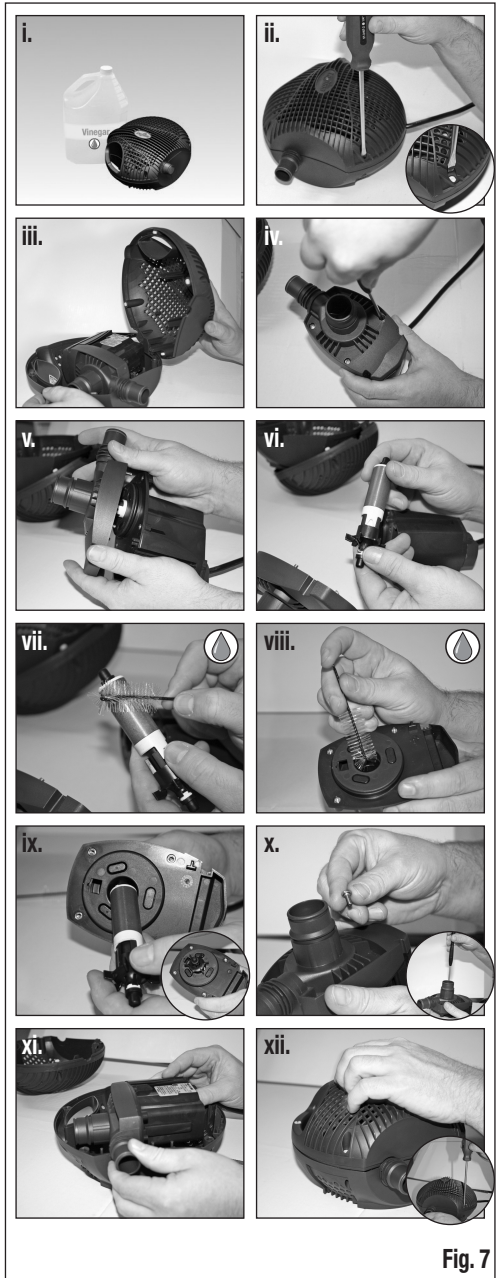

Fig. 7
## PULIZIA E MANUTENZIONE DELLA MAGNETO-GIRANTE, DEL POZZETTO E DELLA VOLUTA (Fig. 7)
5. riasssemblare con cura il tutto e chiudere il guscio come illustrato alla Fig. 7.
1. Rimuovere la copri girante (4) svitando le 4 viti con un cacciavite a croce;
2. sfilare la magneto-girante (3);
4. riasssemblare con cura il tutto e chiudere il guscio come illustrato alla Fig. 7.
1. rimuovere la copri girante (4) svitando le 3 viti con un cacciavite a croce;
4. riasssemblare il tutto con cura assicurandosi di posizionare correttamente prima la flangia e poi l'o-ring nelle relative sedi e assicurarsi che la boccola più Oring di supporto della magneto-girante resti correttamente posizionata sul fondo del pozzetto. Ricollocare quindi la pompa nel guscio (vedi Fig. 7).
1. rimuovere la copri girante (4) svitando le 4 viti con un cacciavite a croce;
4. riasssemblare il tutto con cura assicurandosi che la boccola più O-ring di supporto della magneto-girante sia correttamente posizionata sul fondo del pozzetto. Ricollocare quindi la pompa nel guscio (vedi Fig. 7).
Assieme al ricambio delle magneto-giranti per i modelli Max Flo 960/5000, 2000/7600, 2400/9000, 2900/11000 e 4280/16500 viene fornito anche il ricambio della boccola di supporto magnetogirante posizionata sul fondo del pozzetto. Questa boccola, pur realizzata con materiale molto resistente, può essere soggetta ad usura in particolari condizioni applicative e quindi se ne raccomanda la sostituzione ogniqualvolta si sostituisce la magneto-girante. Per la sostituzione della boccola, procedere come indicato nelle istruzioni allegate al ricambio. Una volta sostituita la boccola con O-ring, riasssemblare con cura tutte le parti della pompa che dovrà essere poi ricollocata nel proprio guscio (vedi Fig. 7).